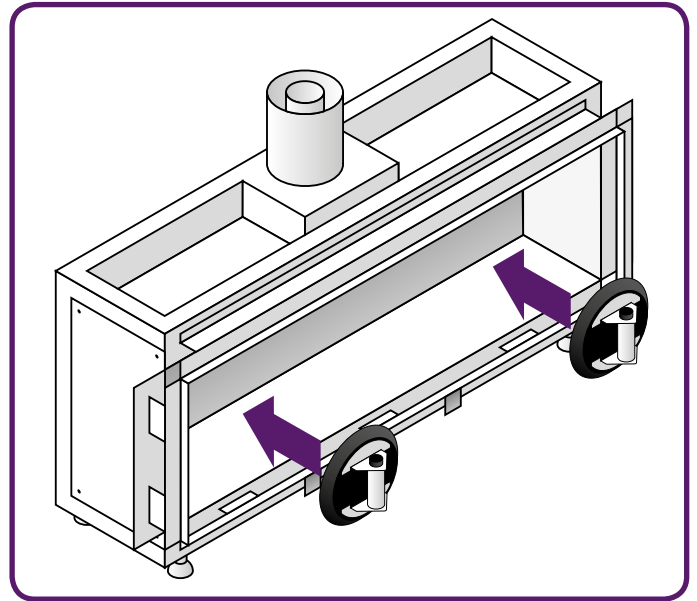

Abbildung 10.5 - Anlegen des Saugnapfes
- Setzen Sie den Saugnapf auf die Scheibe und vergewissern Sie sich, dass er sich fest angesogen hat (**Abbildung 10.5**).